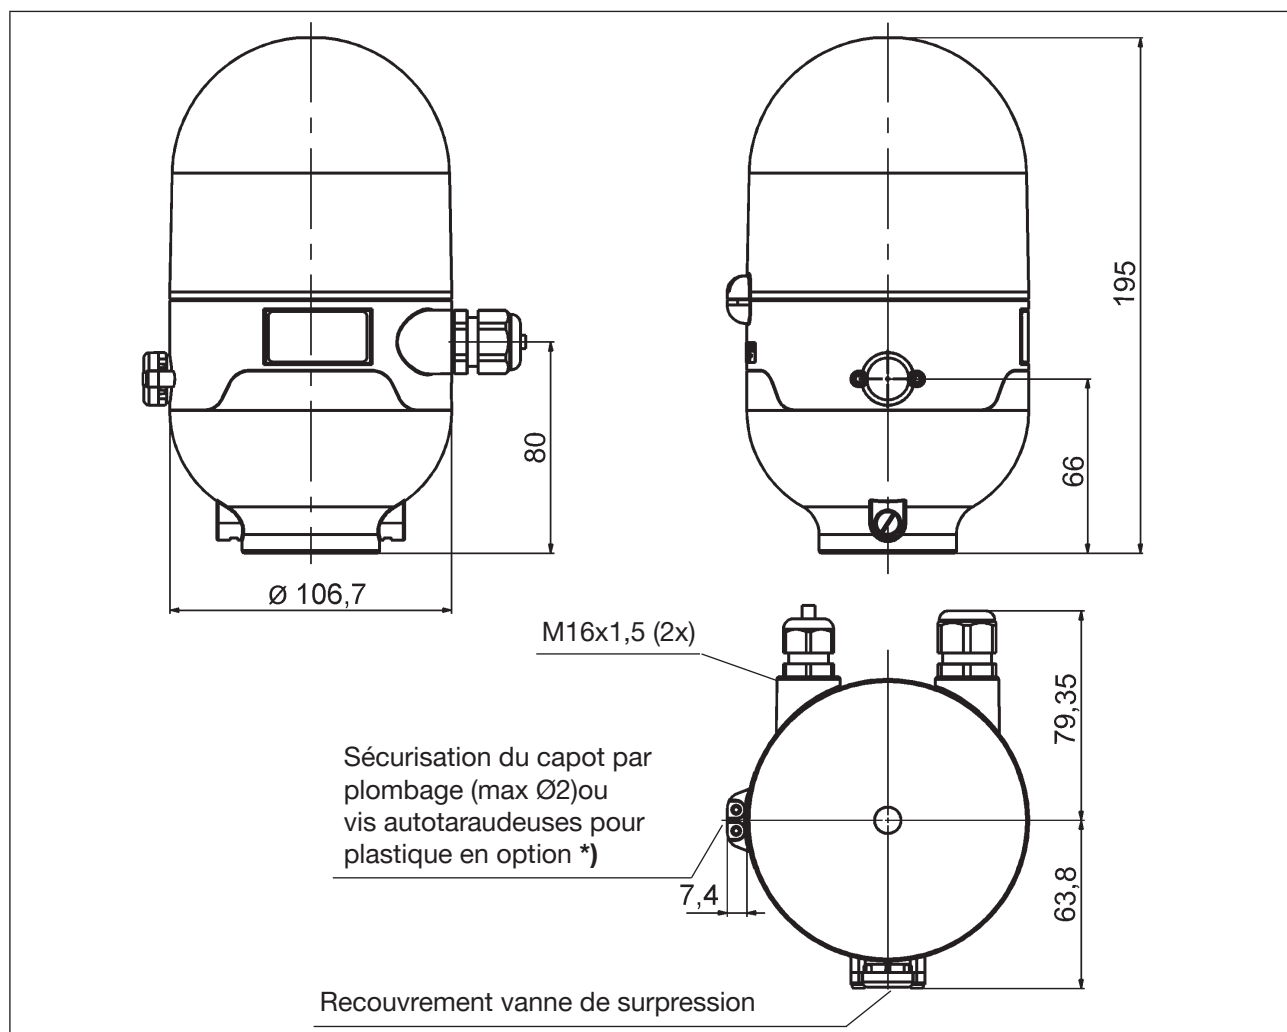

Figure 6 : Plan coté (pour les variantes sans électrovannes)
- Possibilité d'étranglement des vannes pilotes (électrovannes) pour le réglage individuel des vitesses d'entrée et de sortie des vannes de process et pour le réglage individuel du débit des raccords de travail – « Figure 6 ».